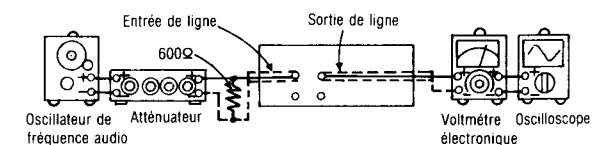

Fig. 7
1. Le raccordement de l'équipement d'essai est montré à la Fig. 7.
6. Si elle n'est pas en deçà de la normale, régler VR3 (canal de gauche) [VR4 (canal de droite)] et répéter les étapes (2), (3) et (4) jusqu'à ce que la puissance de sortie soit en deçà de la normale.